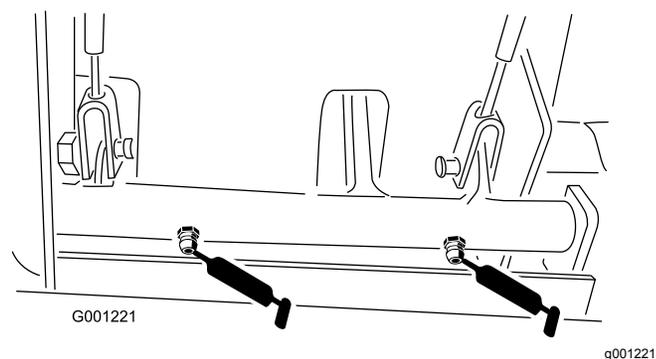

Рисунок 38
- Втулки оси поворота тормоза (Рисунок 38)
- Тросы тормоза (со стороны ведущего колеса и педали тормоза) (Рисунок 38)